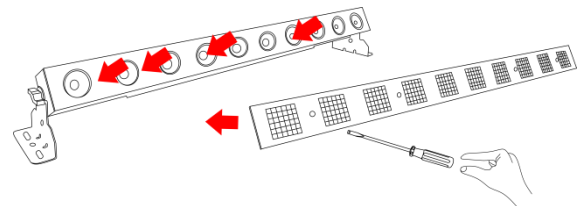

Fig.08
- 07) Riposizionare l'alloggiamento in metallo e serrare saldamente le viti (Fig. 08).